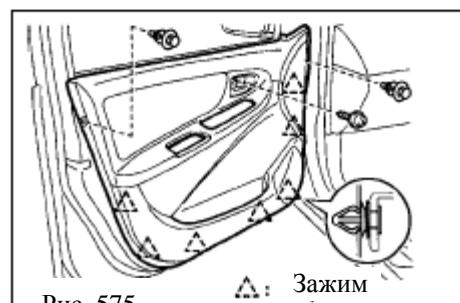

Рис. 575
b. С помощью отвертки с плоским концом освободите 7 защелок и потяните панель назад, чтобы освободить ее (рис. 575).